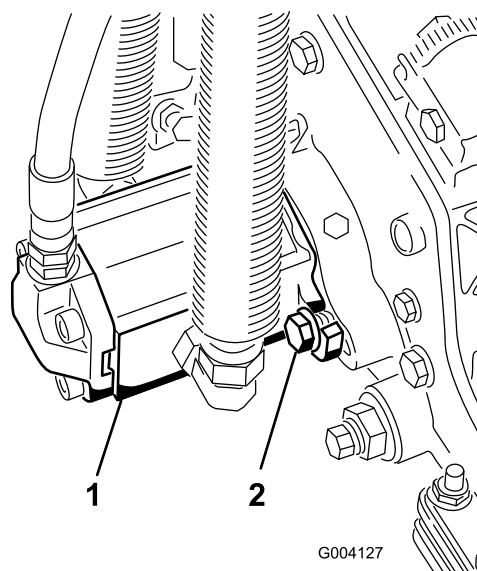

図 14
15. モータを手を持ち、右回りにひねってモータのフランジをボルトから逃がしながら、キャップスクリューにモータをセットする（図 14）。